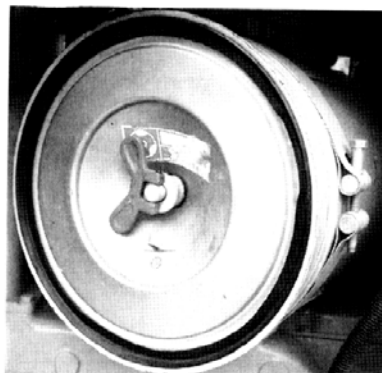

Рис. 6-18.
2. Очистка или замена внешнего картриджа (Рис. 6-18)